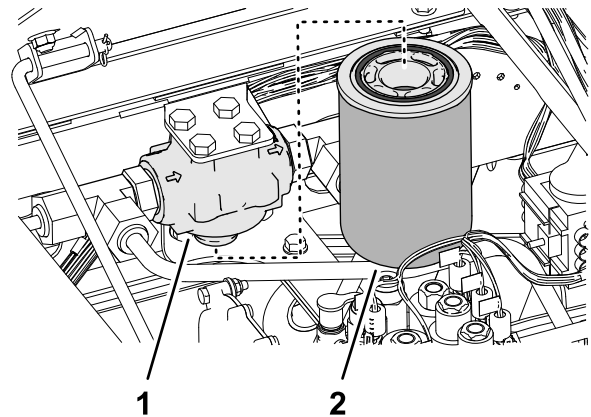

Figura 152
3. Limpie la zona alrededor del filtro de carga y el cabezal del filtro (**Figura 152**).